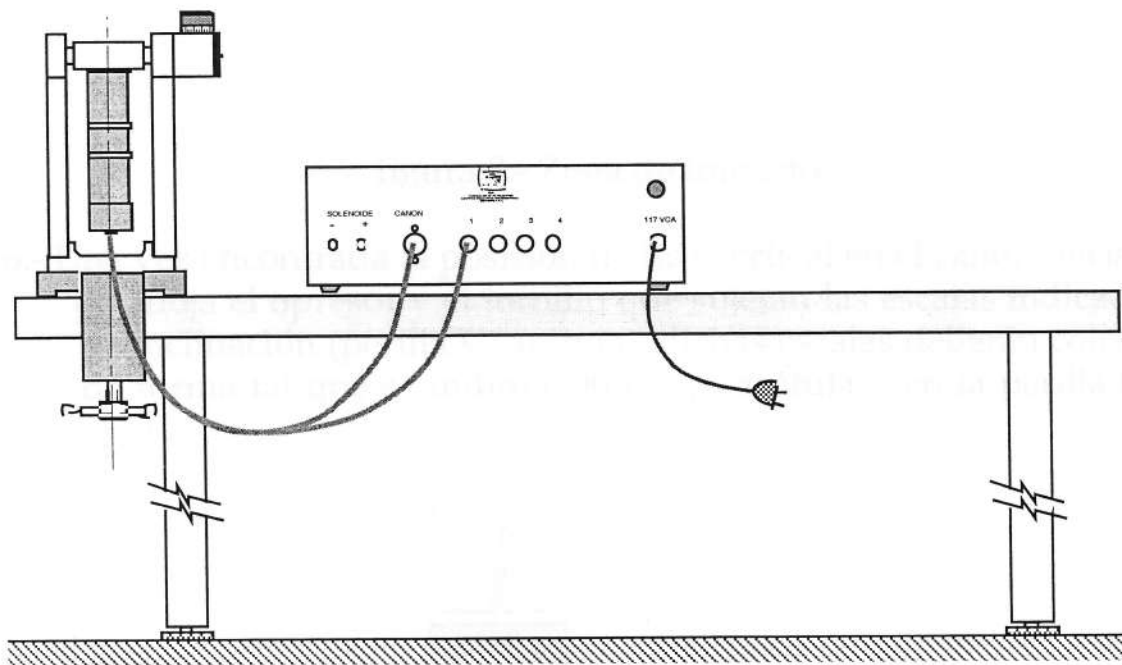

Figura 7.- Instalación del Sistema.
- 1.- Instale la Unidad de Disparo y el Control de Disparo como se muestra en la figura 7.